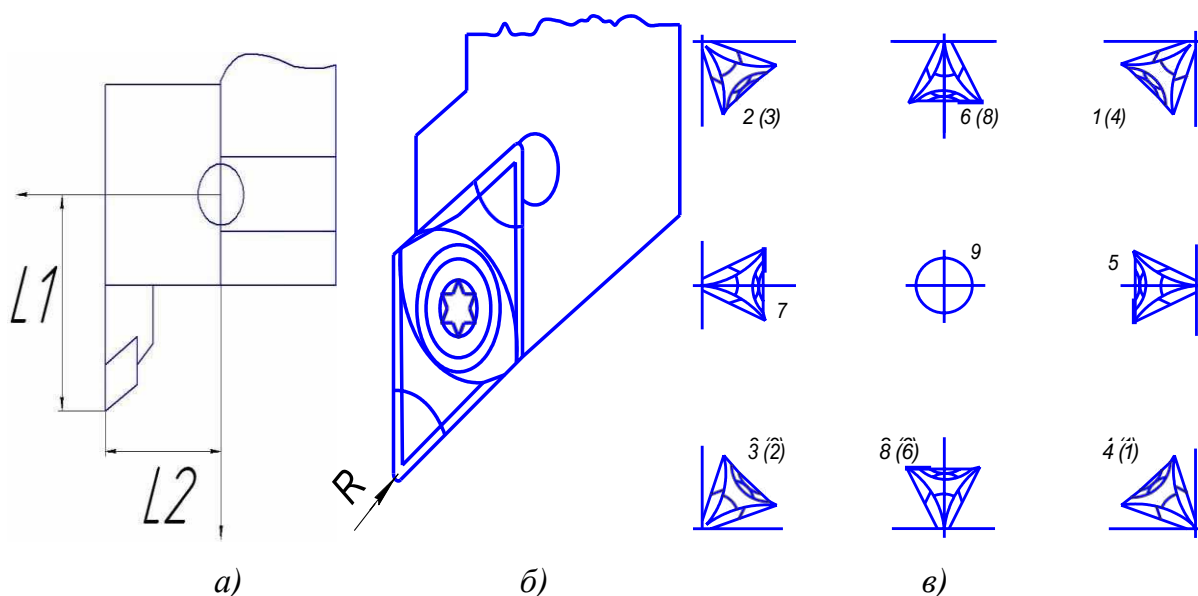

Рис. 7. Измерение координат вершины резца (а), режущая часть с закруглением по радиусу R (б) и позиции вершины резца (в)
Цель измерений данных резца: СЧПУ должна использовать для позиционирования вершину резца, а не базовую точку резцедержателя. Каждый инструмент, используемый для обработки, должен быть измерен. Необходимо измерить расстояния в направлениях обеих осей X и Z между вершиной резца и базовой точкой N резцедержателя (рис. 7, а). В регистре инструментов сохраняются измеренные коррекции на радиус (рис. 7, б) и позиция резца (рис. 7, в). Номер коррекции может быть любым номером регистра и определяется вызовом инструмента в программе.
Измеряют следующие размеры инструмента: L1 в направлении оси X в абсолютных значениях от точки N (см. рис. 7, а); L2 в направлении оси Z в абсолютных значениях от точки N, и R – радиус вершины резца (см. рис. 7, б). Должна быть известна позиция резца в револьверной головке. В поле «offset wear» устанавливается коррекция на износ инструмента после нескольких рабочих циклов. Введенные коррекции на длину добавляются или вычитаются из геометрических данных инструмента с приращением.
Для определения позиции вершины резца следует посмотреть на инструмент с точки его закрепления на станке (см. рис. 7, в). Для станков, в которых инструмент находится под (перед) вращающейся
- 5) положение резца – позиция вершины резца по рис. 7, в;